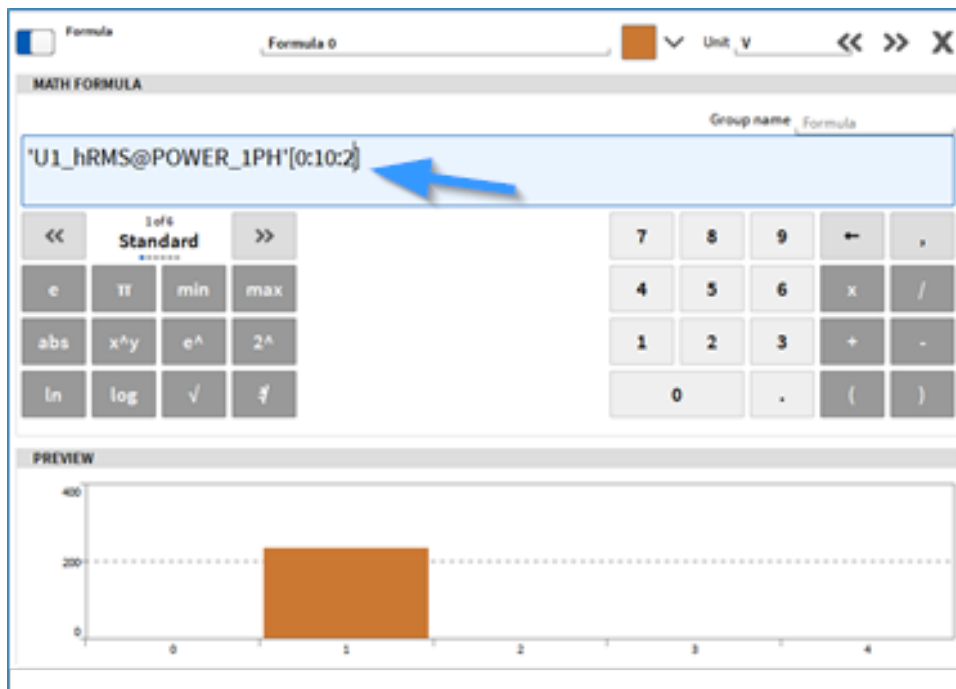

Abb. 7.79: Extraktion mehrerer benachbarter Elemente mit Schrittweite zwischen den zu extrahierenden Elementen
- – Extraktion mehrerer benachbarter Elemente mit einer Schrittweite zwischen den zu extrahierenden Elementen (siehe Abb. 7.79). Die Ausgabe ist ein Array-Kanal mit der Anzahl der extrahierten Elemente als neue Dimension.